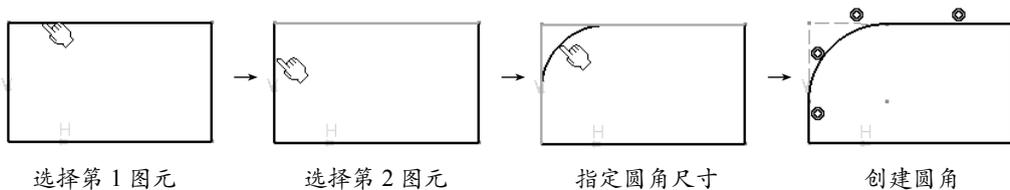

图 5-8
- 构造线修剪 : 单击此按钮，修剪图元后，所选的图元将变成构造线，如图 5-8 所示。